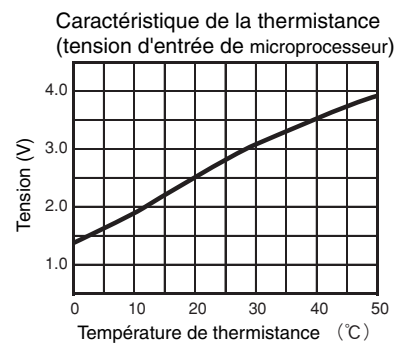
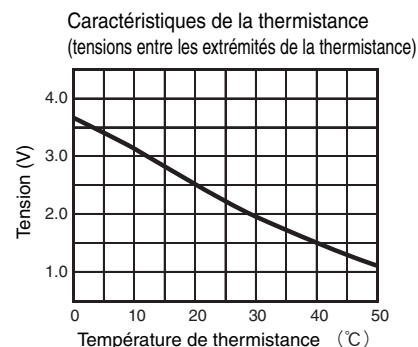

Fig. 5-2
Fig. 5-3
- La relation entre la température de la thermistance et la tension du circuit est grosso modo comme indiqué sur la Fig. 5-2. S'il est plus facile de faire des mesures réelles entre les bornes de CN4, utilisez le tableau de la Fig. 5-3 "Tensions entre les extrémités de la thermistance".